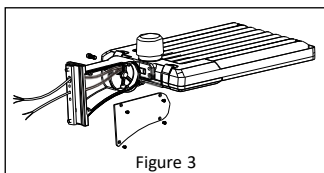

Figure 3
1. Retirez les vis de montage du support sur le luminaire, ouvrez le couvercle latéral du support, puis faites passer les fils dans le support. **Reportez-vous à la Figure 3.**